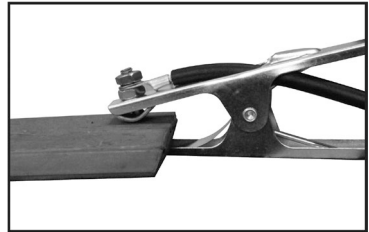

Fig. 4
- Fixez la bride de mise à la masse sur la pièce à travailler (fig. 4). Reliez la bride de mise à la masse directement sur la pièce à travailler et aussi près que possible de la zone de coupe pour empêcher le courant de soudage d'emprunter un trajet inattendu, créant ainsi un choc électrique ou un risque d'incendie.